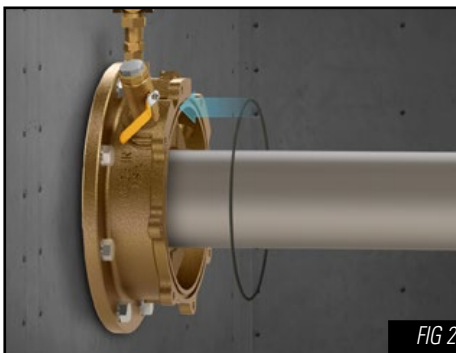

FIG 2
12. Instale la junta tórica para el anillo de acoplamiento. Para la junta tórica, utilice una grasa ligera o grasa para juntas tóricas. (FIG. 2).